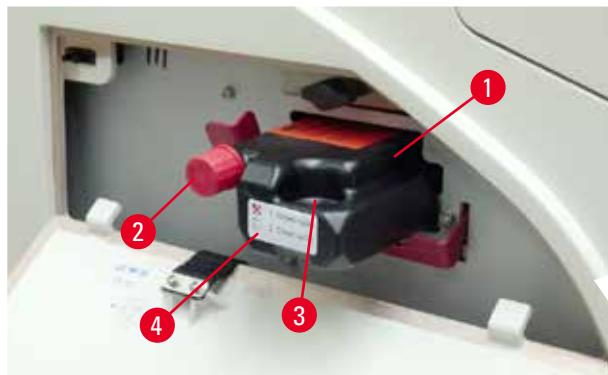

図 54
- 保護フィルムを外した後、カートリッジを半分ほどカートリッジスロットに挿入します(→「図 54」)。